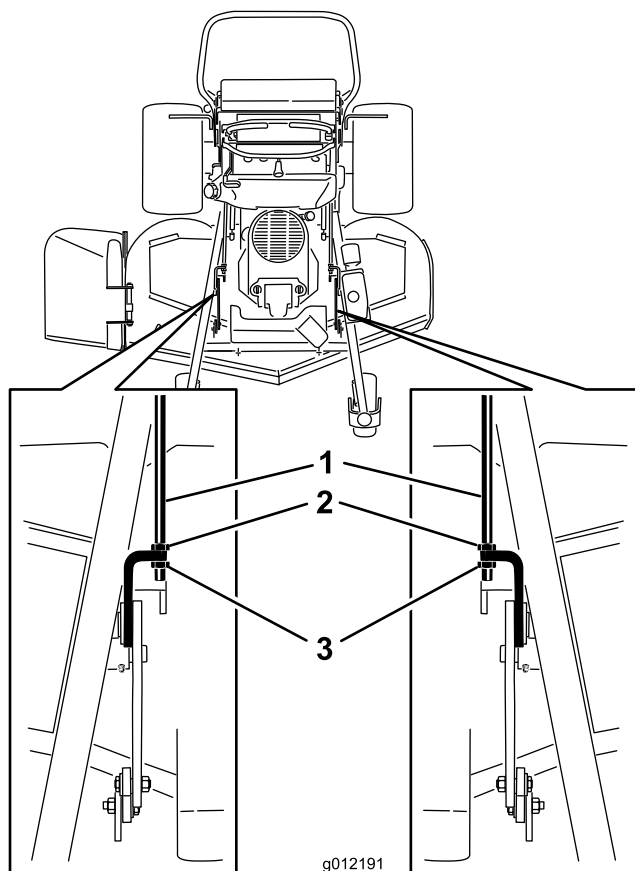

Figura 87
3. Afloje las tuercas delanteras y traseras de las varillas de ajuste (Figura 87).
Nota: El peso de la carcasa de corte debe descansar sobre los tres listones de madera (Figura 87).
6. Si las dimensiones no son correctas, ajuste las tuercas delanteras y traseras en cada lado hasta obtener la inclinación longitudinal correcta (Figura 87).